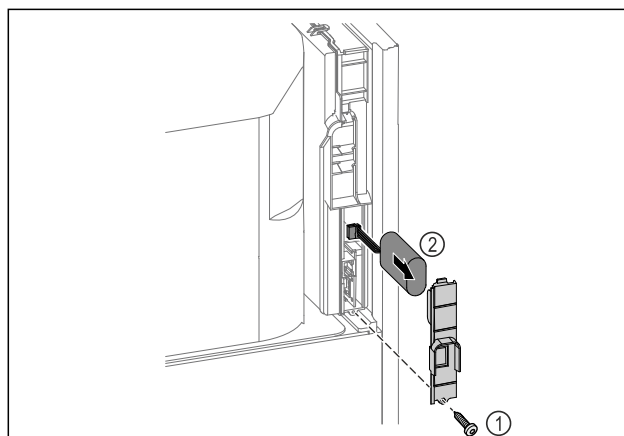

Fig. 254
- ▶ 旋出螺钉并移除冰箱背面的盖板 Fig. 254 (1)。
- ▶ 拔下并取出电池 Fig. 254 (2)。